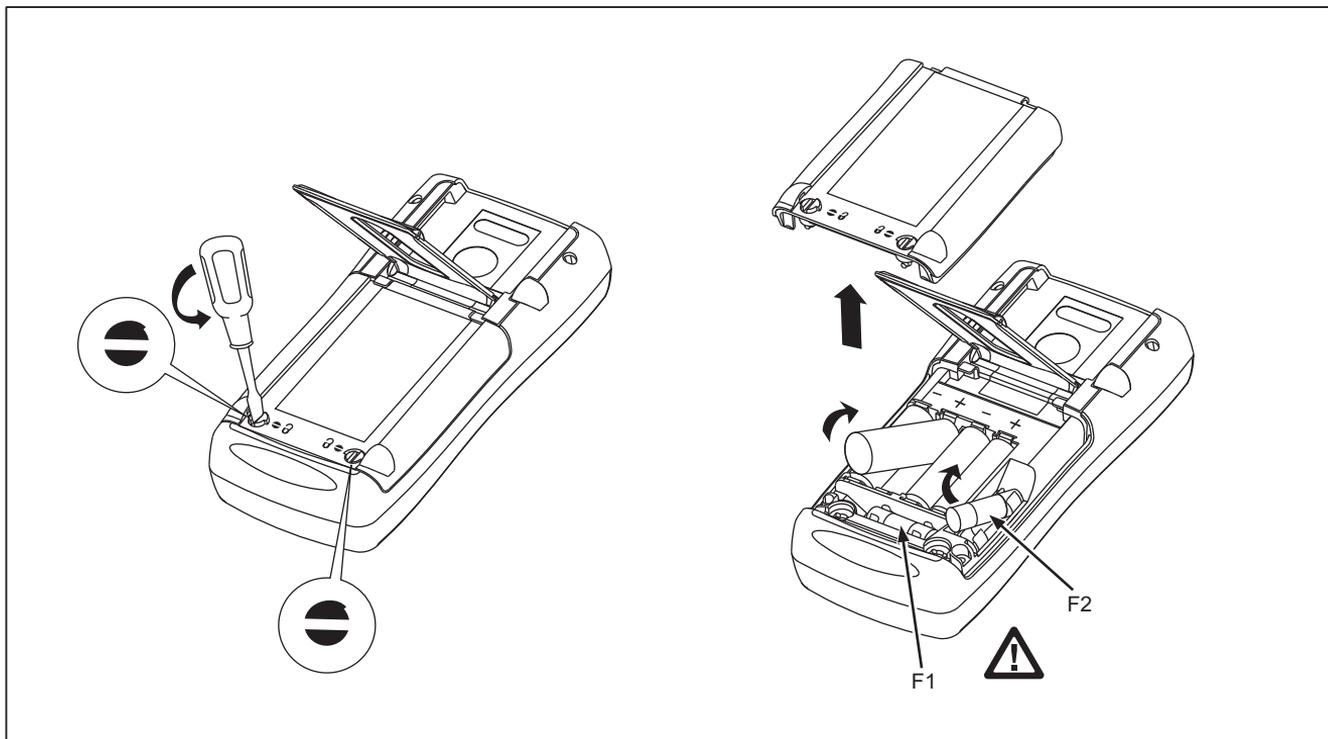

図 5.電池およびヒューズの交換
1. テスト・リードを外して、メーターの電源を切ります。図 5 を参照してください。